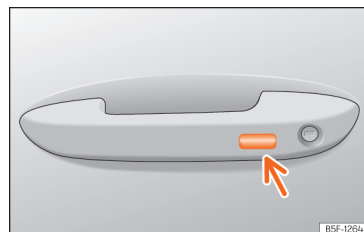

Fig. 88 Manecilla de la puerta: superficie sensora.
- **O BIEN:** mediante el sistema Keyless Access (sólo cierre): Mantenga un dedo durante algunos segundos sobre la superficie sensora de bloqueo **fig. 88** (flecha) de la manecilla de la puerta para que se cierren las ventanillas y el techo. Si deja de tocar la superficie sensora se interrumpe la función de cierre.
Mantenga un dedo durante algunos segundos sobre la superficie sensora de bloqueo » » fig. 88 (flecha) de la manecilla de la puerta para que se cierre el techo. Si deja de tocar la superficie sensora se interrumpe la función de cierre.